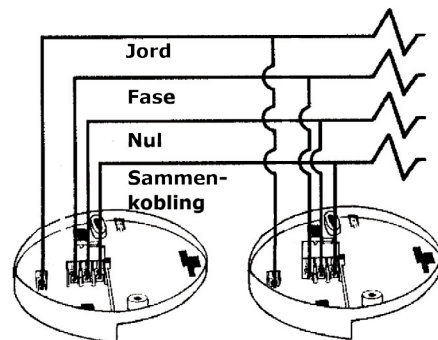

Fig. 6
- Forbind ledningerne til de korrekte terminaler (på monteringsbeslaget) Husk også at forbinde sammenkoblingsledningen hvis denne funktion skal anvendes - Se fig. 6.